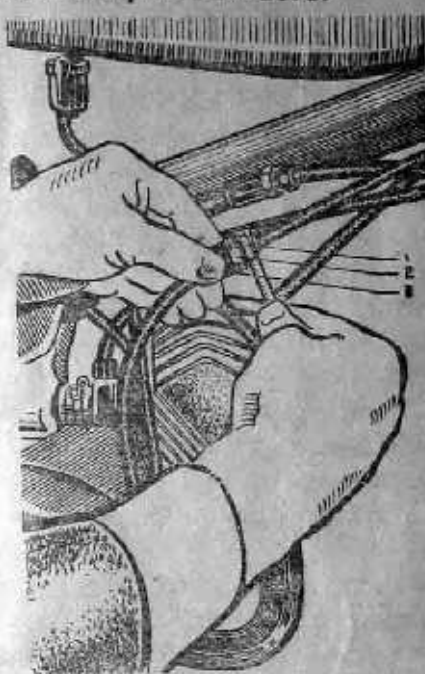

Рис. 6. Регулировка свободного хода рычага управления сцеплением
Для регулировки сцепления отпустите контргайку (2, рис. 6) и, придерживая рукой гайку регулировочную (3), заверните (выверните) упор (1), после чего снова зафиксируйте его положение контргайкой.
отрегулируйте его. Регулировка состоит в укорочении (удлинении) свободного конца троса и осуществляется аналогично регулировке свободного хода рычага управления сцеплением (рис. 6) тем же инструментом. Для этого: